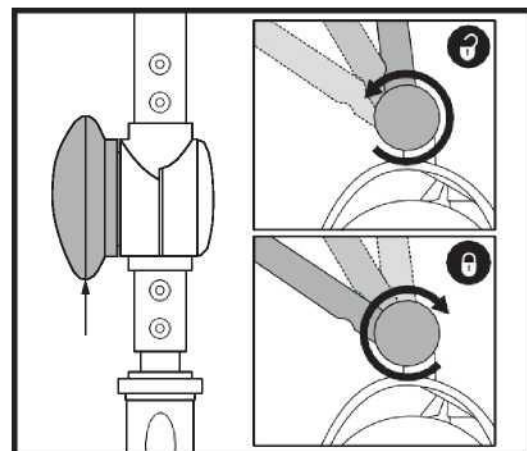

Abbildung 23. Einstellschraube
(Siehe Abb. 23)
1. Senken Sie bei abgenommenem Sitz und entferntem Batteriesatz (siehe Demontageverfahren auf der vorigen Seite) die Lenkstange ab und ziehen Sie die Einstellschraube der Lenkstange fest. **Siehe Abbildung 23.**
3. Heben Sie die Lenkstange an und ziehen Sie den Einstellknopf der Lenkstange vollständig fest. **Siehe Abbildung 23.**